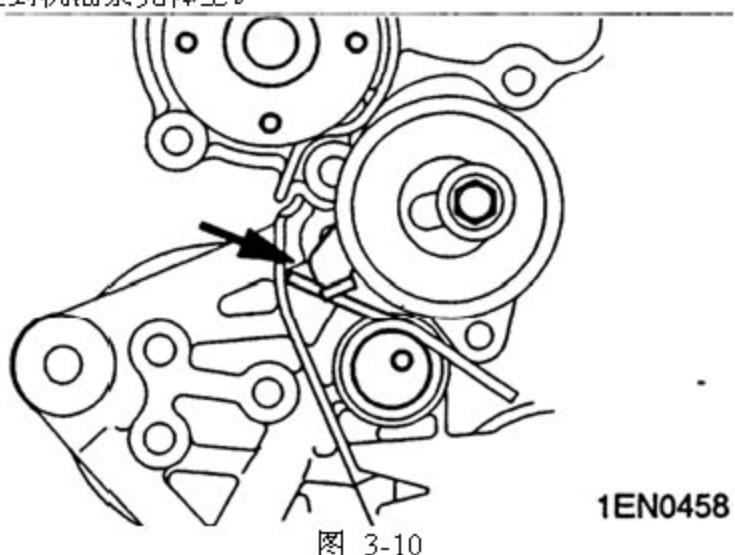

图 3-10
B). 如图 3-10 所示，将张紧器弹簧的一个伸长端钩在正时皮带张紧器的钩形部。并将张紧器装到机油泵壳体上。